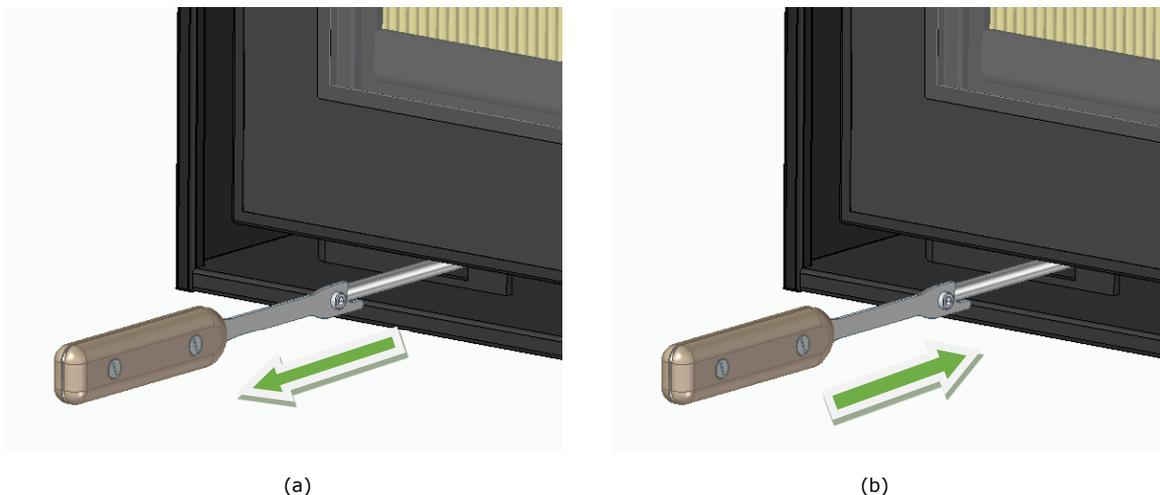

Figura 9 – a) Abrir Ar-Primário, b) Fechar Ar-Primário
- Para abrir - Puxar o regulador com a chave que vem no equipamento, para maior rendimento e maior consumo de lenha, ver Figura 9.
Deste modo também cria um efeito de lavagem por alta velocidade do ar pré-aquecido sobre toda a superfície interior do painel de vidro, ajudando a manter o vidro limpo durante mais tempo, ver Figura 9.